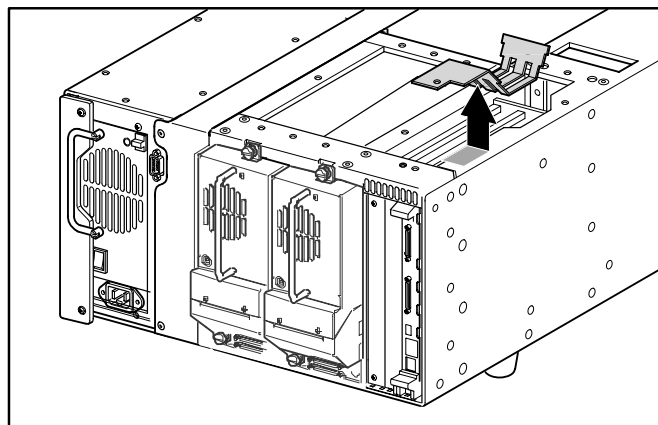

図3: バッフルの取り外し
7. 冷却バッフル プレートを取り外して廃棄します。図3を参照してください。